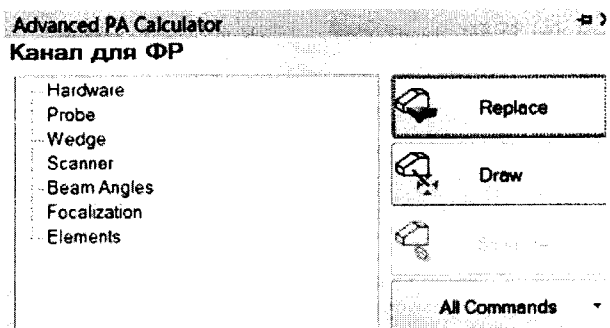

Рисунок 5 - Панель «Advanced PA Calculator»
8.3.3.6 Определить параметры фокусировки для ФР на панели «Advanced PA Calculator» (рисунок 5). В Меню «Display» выбрать «Advanced PA Calculator»: